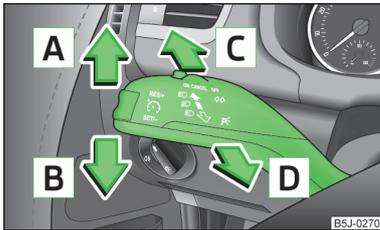

Abb. 25
- Den Blinkerhebel » Abb. 25 auf Seite 46 zum Lenkrad ziehen und gleichzeitig nach unten schieben und in dieser Stellung halten.
- Den Blinkerhebel » Abb. 25 auf Seite 46 zum Lenkrad ziehen und gleichzeitig nach oben schieben und in dieser Stellung halten.
Bedienungshebelstellungen » Abb. 25.
- Den Bedienungshebel » Abb. 25 auf Seite 46 nach oben bzw. nach unten drücken - das Standlicht auf der rechten bzw. linken Fahrzeugseite wird eingeschaltet.